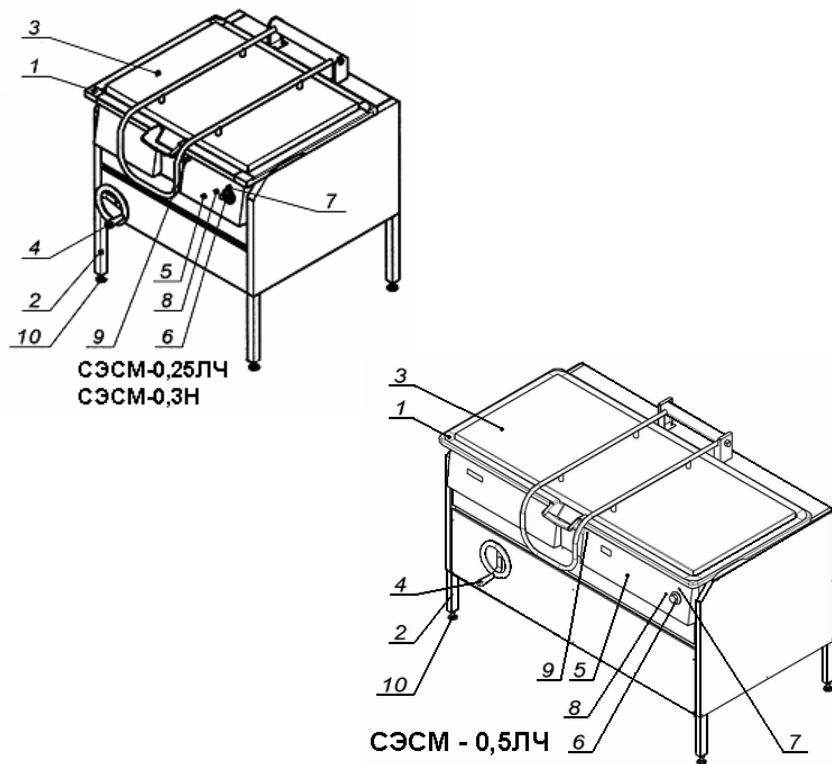
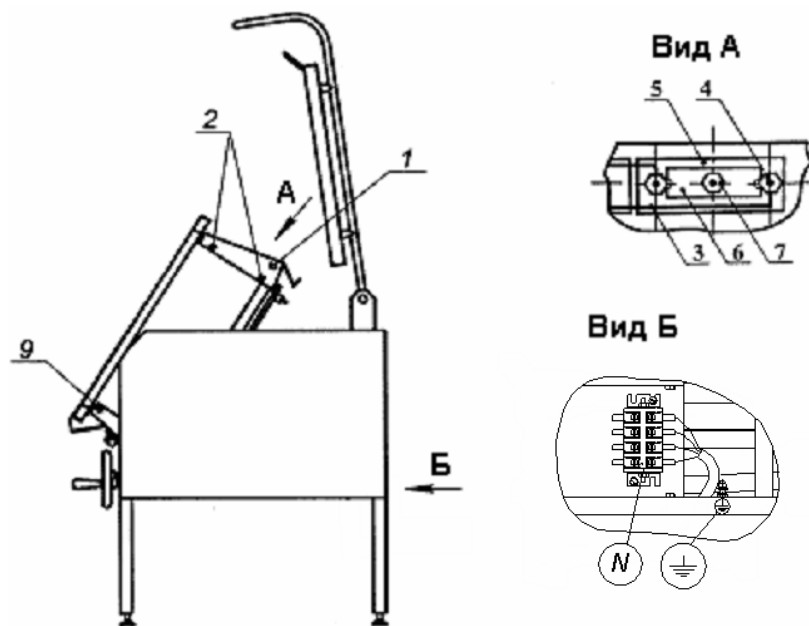

Рис.1
Рис.2
4.1 Общий вид сковород представлен на рис. 1
4.2 Сковорода представляет собой прямоугольную чашу (рис.1, поз.1), боковые цапфы которой шарнирно закреплены на раме (рис.1, поз.2).
Нагрев чаши осуществляется ТЭНами, установленными под подом чаши. ТЭНы вставлены и закреплены с тыльной стороны чаши. Обслуживание и замена ТЭНов производится при открытой крышке, наклонённой в крайнее положение чаши и снятом кожухе (рис.2, поз. 1), для чего необходимо вывернуть 4 винта (рис.2, поз.2), крепящие кожух к чаше.
Сковорода оборудована терморегулятором капиллярным (рис.1, поз.6) пода чаши и сигнальными лампами (рис.1, поз.7, 8), установленными на правой лицевой панели (рис.1, поз. 5) чаши.
Лампа «сеть» (рис.1, поз.7) сигнализирует о включении сковороды в электросеть.
Лампа "работа" (рис.1, поз. 8) сигнализирует о подаче напряжения на ТЭНы.
Для удобства обслуживания, правая лицевая панель (рис.1, поз.5) может быть откинута на петлях, для чего необходимо вывернуть 2 винта (рис.1, поз.9 и рис.2, поз.9), крепящие панель к чаше.
Чаша накрывается откидной крышкой (рис.1, поз.3), снабженной пружинным механизмом, который обеспечивает легкий подъем и фиксацию крышки в открытом положении.
Слева, на раме, размещен механизм наклона чаши (рис.1, поз.4). Наклон чаши, для выгрузки продукта, осуществляется, при открытой крышке, вращением маховика по направлению стрелки "наклон". Возврат чаши в рабочее положение осуществляется вращением маховика в противоположную сторону. При наклоне чаши, с включенными ТЭНами, на угол более 12° от горизонтали, ТЭНы автоматически выключаются.
Регулируемые опоры (рис.1, поз.10) позволяют производить регулировку сковороды в горизонтальной плоскости и регулировку высоты сковороды в диапазоне от 840 до 860 мм.
9.5.1 Для доступа к ТЭНам, необходимо снять кожух (рис.2, поз.1), вывернув 4 винта (рис.2, поз.2).
- отвернуть гайки (рис. 2, поз. 4) и снять с ТЭНа шины (рис.2, поз.3);
- отвернуть гайку (рис. 2, поз. 7) и снять распорную планку (рис.2, поз. 6), заменить ТЭН;
9.5.2 Для доступа к датчику-реле температуры и сигнальным лампам, необходимо вывернуть два винта (рис.1, поз.9 и рис.2, поз. 9) и откинуть правую лицевую панель чаши (рис.1, поз. 5) на петлях.
6.8 Заземлить сковороду отдельным проводом. Зажим заземления расположен рядом с клеммной колодкой (рис. 2, вид Б).
6.11 Подключить клеммную колодку (рис. 2, вид Б) к электросети $U = 380V$ согласно маркировке.